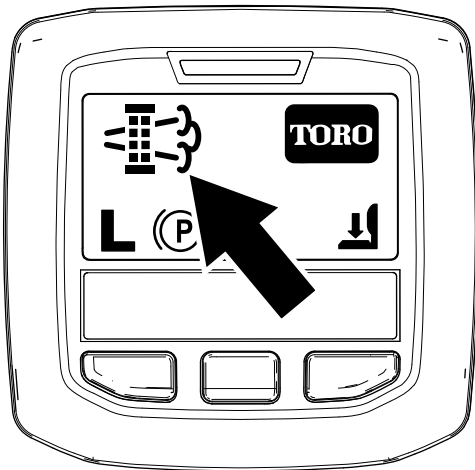

Figura 34
- Quando o computador do motor pede uma regeneração em estacionamento ou uma regeneração de recuperação, o ícone de pedido de regeneração (Figura 34) surge no InfoCenter.